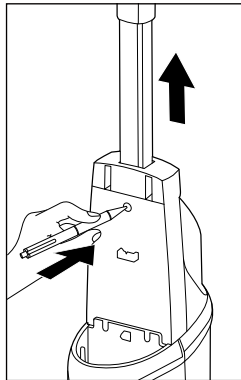

Fig. 2
- Hvis du vil fjerne motordelen **1** fra produktet igen, skal du først tage brugsvandsbeholderen **11** ud af produktet for at få adgang til motordelens **1** snaplås (se kapitlet **Opfyldning af brugsvandsbeholderen**). Når du har fjernet brugsvandsbeholderen **11**, skal du trykke motordelens **1** snaplås ud af åbningen med en spids genstand. Derefter kan du tage motordelen **1** ud af produktet igen (se fig. 2).